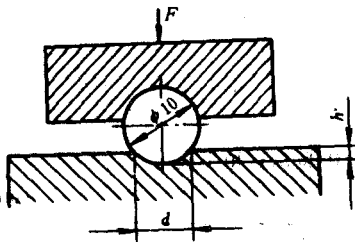

图 1-15 布氏硬度试验
14. 如图 1-15 所示布氏硬度试验,硬质合金球直径 $D=10\text{mm}$,在 F 力作用下压痕直径 $d=4.30\text{mm}$,试求压入深度 h ?